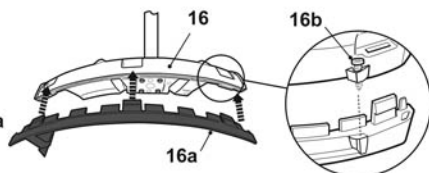

Fig. 6
- > În modul cositoare portabilă cu cap de tăiere, montați piesa de margine [16a] la apărătoarea [16] glisând cele trei clapete în canelurile corespunzătoare (Fig. 6) și înfiletând șurubul [16b].